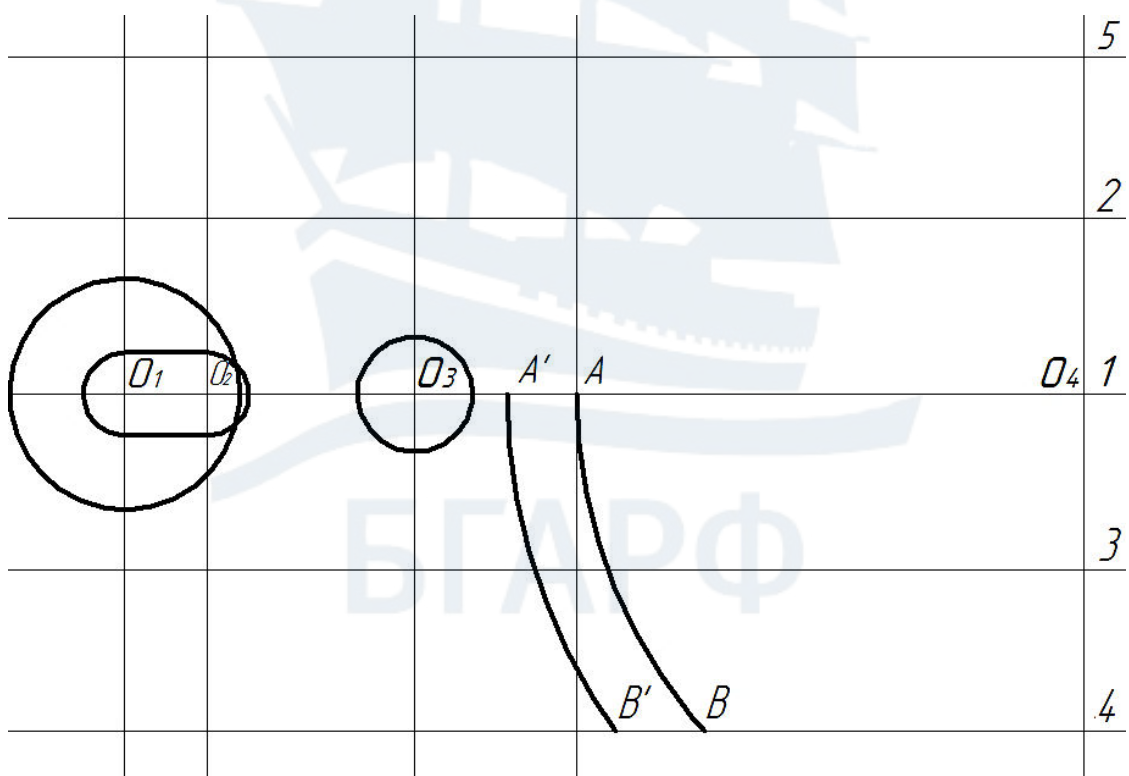

Рис. 125
12. Построить дугу **A'B'** на **15 мм** левее дуги **AB**, используя команду **Сместить** (рис. 125). Удалить участок дуги ниже линии 4.